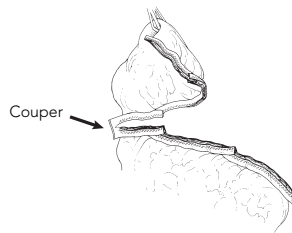

FIGURE 15
13. Si nécessaire, couper l'extrémité d'une bande Peri-Strips Dry pour retirer le tissu excisé (voir Figure 15).